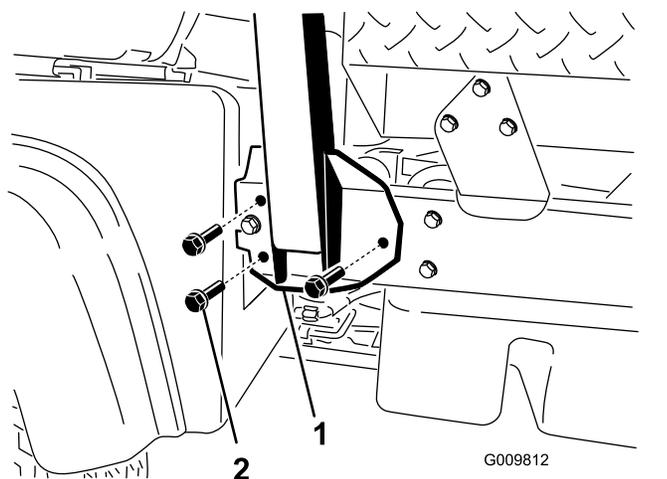

Рисунок 3
2. Совместите обе стороны защитной дуги с монтажными отверстиями с каждой стороны рамы машины (**Рисунок 3**).
3. Прикрепите монтажный кронштейн защитной дуги к раме машины с помощью 3 болтов с фланцевыми головками (½ x 1¼ дюйма) с каждой стороны (**Рисунок 3**).